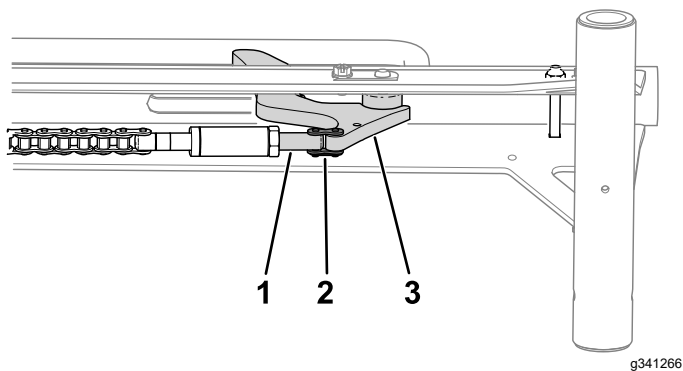

Figura 4
6. Use um elo de corrente para instalar o fecho do elo da corrente no batente da roda (Figura 4).